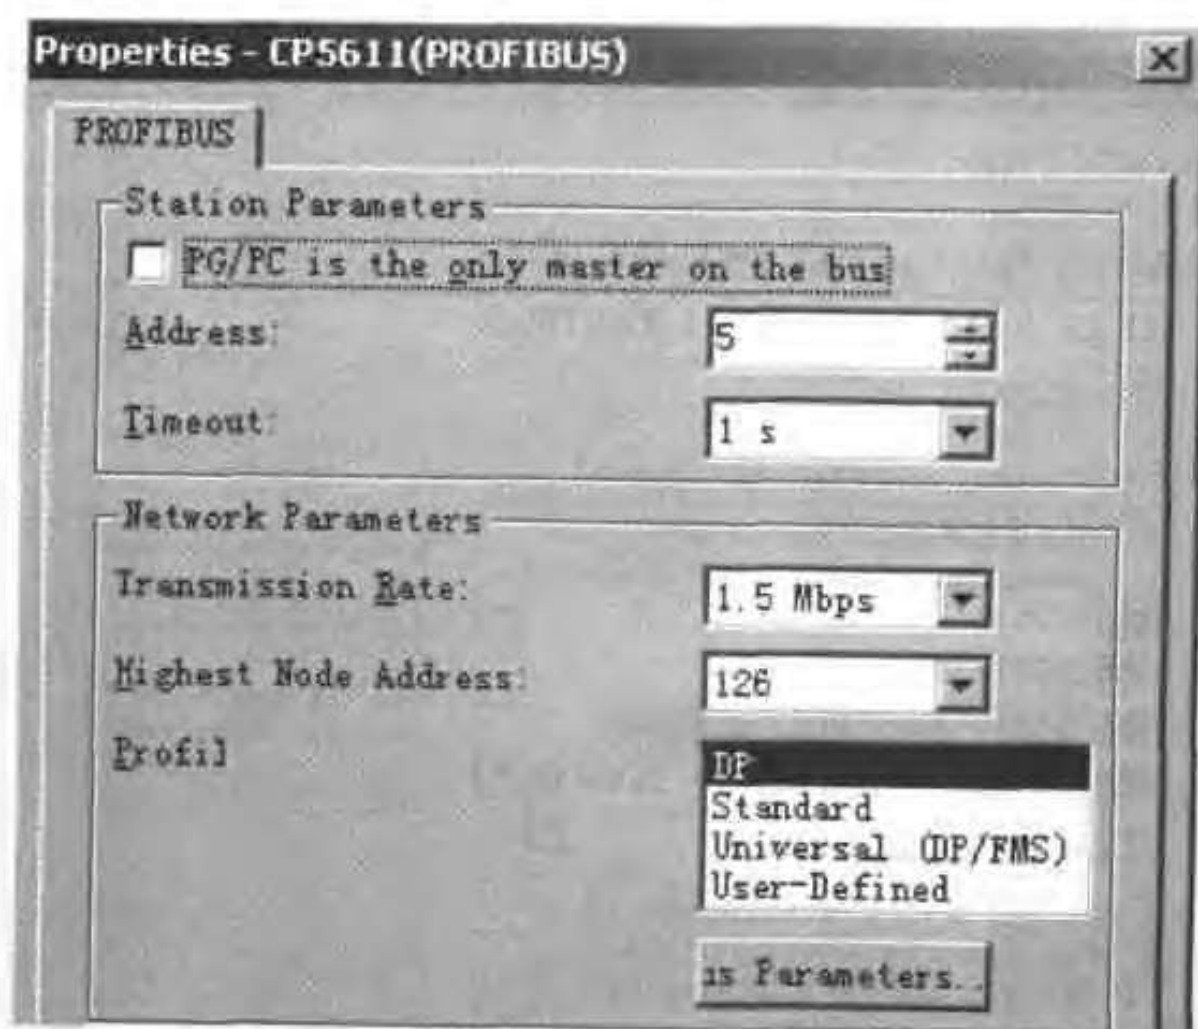

图 11-10 设定 CP5611 卡的参数
- 在图 11-9 所示的对话框中选择 CP5611(PROFIBUS),并单击 Properties 按钮,打开如图 11-10 所示的对话框,设置 CP5611 卡的站地址、PROFIBUS 总线的传输率和传输协议。